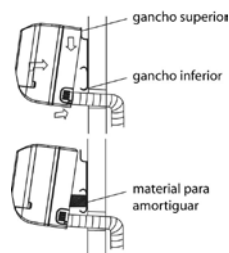

Ilustración 44
4.3. La instalación de la tubería puede ser realizada levantando la unidad interior con un material que amortigüe entre la unidad interior y la pared. Quitar este material al terminar la instalación. (Ilustración 44)